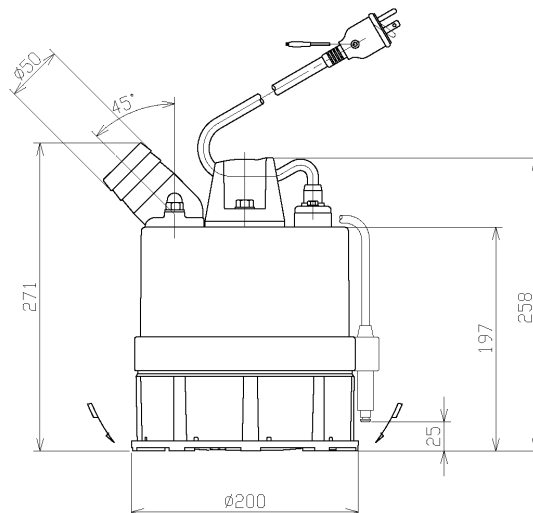

図4 外形図
- (1) スイッチを一、二度入れたり切ったりして始動に異常のないことをご確認ください。
- (2) 電圧が定格電圧の±10%以内までは差支えありませんが著しく低下している場合は始動しません。
- (3) 圧力・吐出し量・電流値など（その他 **7** 保守の項参照）に異常がないことを確認し、定格値を超えている時には仕切り弁にて調整してください。なお、仕切弁のない場合に電流値が定格値を超えている時には計画の再検討が必要です。また、圧力計のバルブは、測定時以外は閉じておいてください。開放しておくとは破損しやすくなります。
- (4) 第2回目以降の運転は、**7** 保守の項を参照し、異常がなければただちに運転できます。
- (5) 頻繁な始動停止はポンプを早く傷めます。始動頻度は1時間に10回以内に行ってください。
- (6) ポンプを発電機で運転する場合は、ポンプ1台につき発電機容量を 1.5kVA 以上 のものをご使用ください。又、他の負荷と併用をなるべく避け、運転電圧は電動機において、90V 以上 になるようにしてください。
- (8) 自動型の場合、図4外形図を参照下さい。なお、センサーから水位が下がっても1分間は内蔵のタイマーにより運転します。
メカニカルシール室の潤滑油の交換は 6 ヶ月毎に行ってください。この際潤滑油に水が混入し白濁している場合は、メカニカルシールを交換してください。潤滑油の交換時には図 4 のように注油栓を真上にし、ポンプを水平に置いて表 2 の潤滑油量を必ず規定量注油し、シールワッシャを介し注油栓を十分に締付けてください。